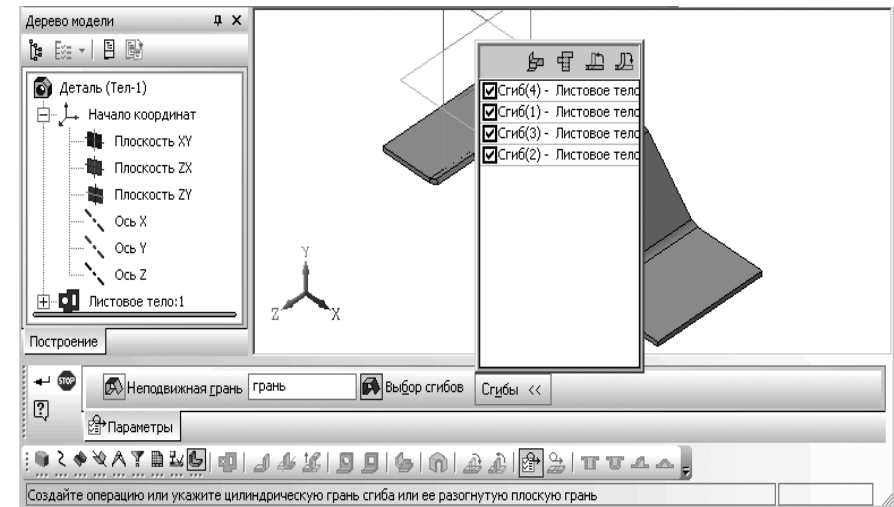

Рис. 7.17. Фрагмент главного окна системы в режиме создания модели, **Панель свойств: Разогнуть**, **Компактная панель** и вызванная панель **Сгибы**
- щелкните на **Панели свойств: Разогнуть** по активизированной кнопке **Сгибы**. Появится панель **Сгибы**. Это состояние системы показано на рис. 7.17.